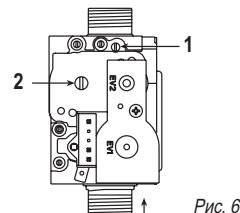

Рис. 6
- Для корректировки содержания CO₂ на минимальной мощности котла, используйте винт балансировки газо-воздушной смеси (2, рис. 6).
- Для корректировки содержания CO₂ на максимальной мощности котла, используйте задвижку газового клапана (1, рис. 6).
- 2) Полностью откройте задвижку газового клапана (1, рис. 6)
- 3) Используя винт балансировки газо-воздушной смеси на газовом клапане (2 рис. 6) настройте перепад давления (мм H₂O) в соответствии с таблицей:
- 4) Используя задвижку газового клапана (1 рис. 6) настройте перепад давления (мм H₂O) в соответствии с таблицей: